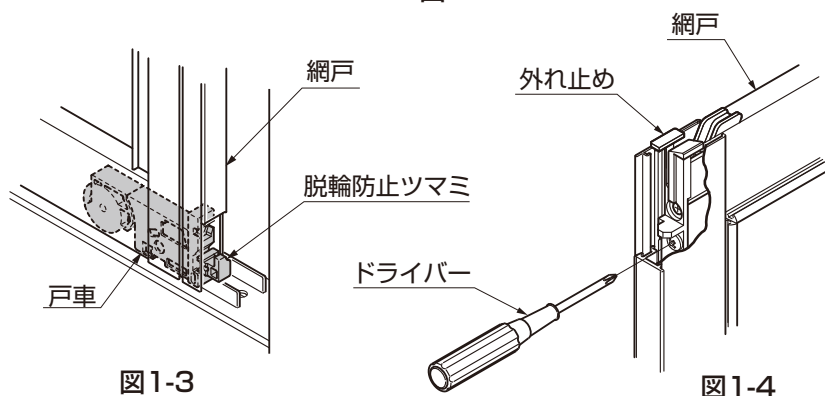
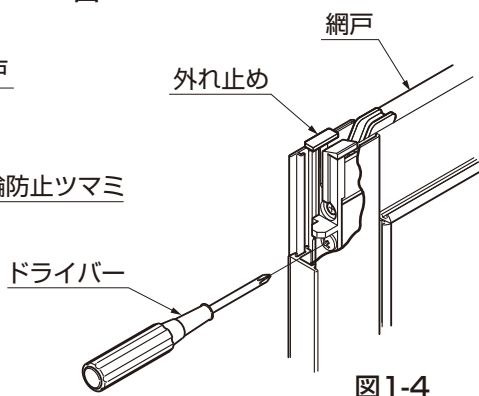

図1-3
図1-4
① 網戸の戸車の位置を確認してください。(図1-3)
● 網戸外れ止め、脱輪防止ツマミを必ずセットしてください。(図1-3、図1-4参照)